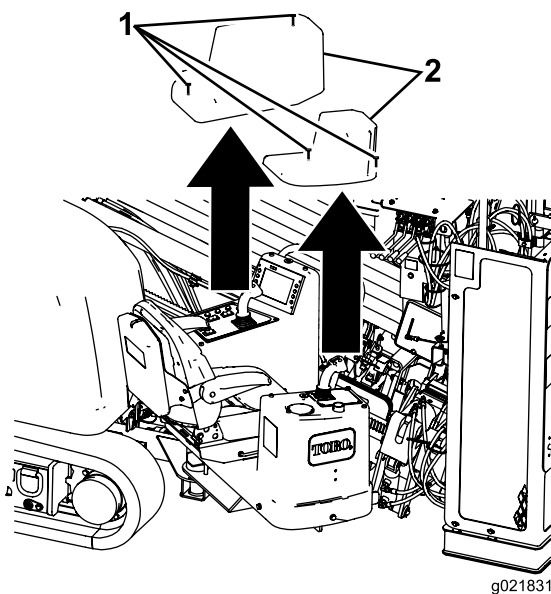

Figure 75
3. Desserrez les 4 vis qui fixent les couvercles sur les consoles de commande et déposez les couvercles (Figure 75).